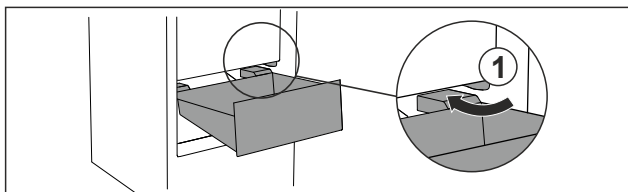

Fig. 26
- ▶ Predal speljite poševno okrog zaustavljalnikov *Fig. 26 (1)*.